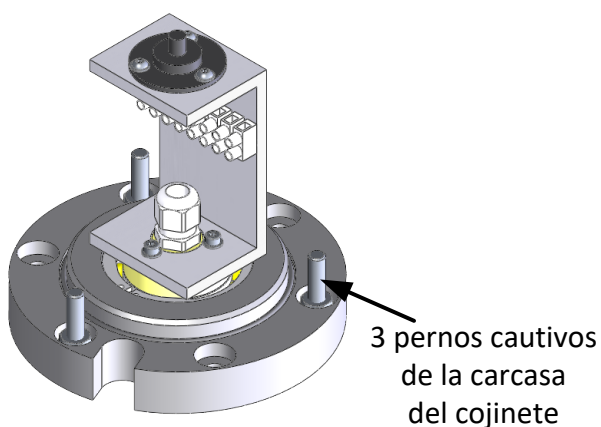

Ilustración 36: Carcasa del cojinete con pernos cautivos instalados
- Asegúrese de que los tres pernos cautivos de la carcasa del cojinete se encuentren instalados y que las tuercas estén apretadas para sujetarlos en su sitio (Ilustración 36).